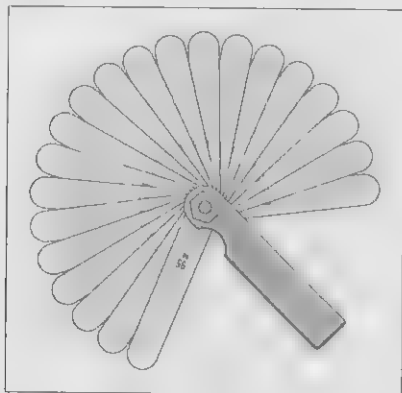

Рис. 2.16. Набор плоских щупов
- ✓ **Плоские щупы.** Этими инструментами регулируются зазоры клапанов и их контактов. Это относительно простые работы, не требующие специального инструмента (рис. 2-16). Прежде чем купить их, поинтересуйтесь в наборах. Их также могут раздать бесплатно в магазинах запчастей.